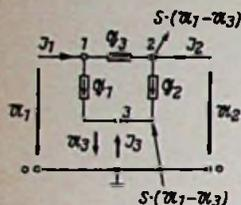

Bild 13. Allgemeine Methode zur Bestimmung der Vierpolkonstanten
Der Übergang ist aber leicht zu bewerkstelligen. Beispiel: GB-Schaltung. Punkt 1 mit 0 verbunden (Bild 13). Die zwischen Katode (3) und Gitter (Erde) (1) wirksame Spannung heißt hier U_3 , in Bild 11 dagegen U_1 . Der zum Katodenanschlußpunkt fließende Strom heißt in Bild 13 Z_3 , in Bild 11 dagegen Z_1 .
Elektroden gegen einen Punkt 0 eine bestimmte Spannung besitzen. Im Bild 13 ist dieser Zustand dargestellt. Die steuernde Spannung ist wieder $U_g = U_1 - U_3$ und damit die Einstromung $S \cdot (U_1 - U_3)$. Für die drei Knotenpunkte (1, 2 und 3) werden nun die Gleichungen aufgestellt: